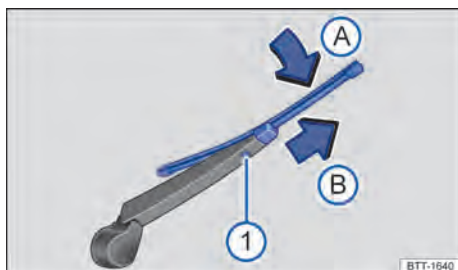

Fig. 171 À l'arrière du véhicule : remplacement du balai d'essuie-glace arrière
① Touche de déverrouillage
3. Maintenez enfoncée la touche de déverrouillage → fig. 171 ①.
4. Basculez le balai d'essuie-glace en direction du bras d'essuie-glace → fig. 171 A et retirez-le en même temps dans le sens de la flèche B. Il se peut que vous deviez exercer pour cela une force relativement importante.
5. Insérez un balai d'essuie-glace neuf de longueur et d'exécution identiques sur le bras d'essuie-glace dans le sens opposé à la flèche → fig. 171 B jusqu'à ce qu'il s'encliquette. Lors de cette opération, le balai d'essuie-glace doit se trouver en position déployée A.